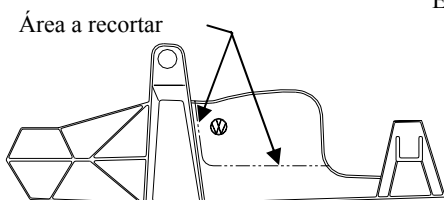

Figura 3
3. Recorte la placa protectora en el costado del conductor cerca al escape como se muestra en la **Figura 3**. Obtenga la aprobación del propietario del vehículo antes de cortar.